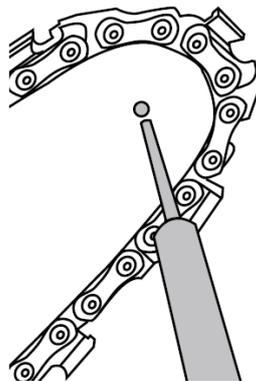

Fig. 12
2. Usando uma engraxadeira apropriada, insira a ponta da mesma no orifício de lubrificação da barra e coloque graxa (Fig. 12).